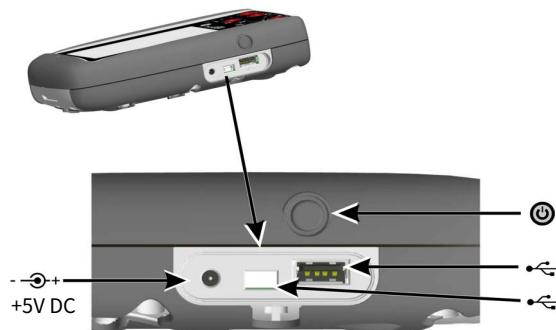

图 2：侧视图
1. 将直流电源/电池充电器连接到仪器侧面的 +5V_{直流}接头（参见图 2 侧视图）。
2. 还可使用 USB 接口对电池进行充电（参见图 2 侧视图）。
关闭时，按电源按钮（参见图 2 侧视图）直到显示出仪表板。